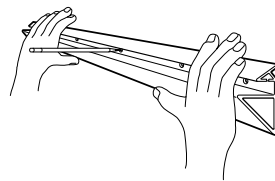

Figura 1
Paso 1: Determine la ubicación del estante y marque el orificio central a través del soporte como se muestra en la **Figura 1**.